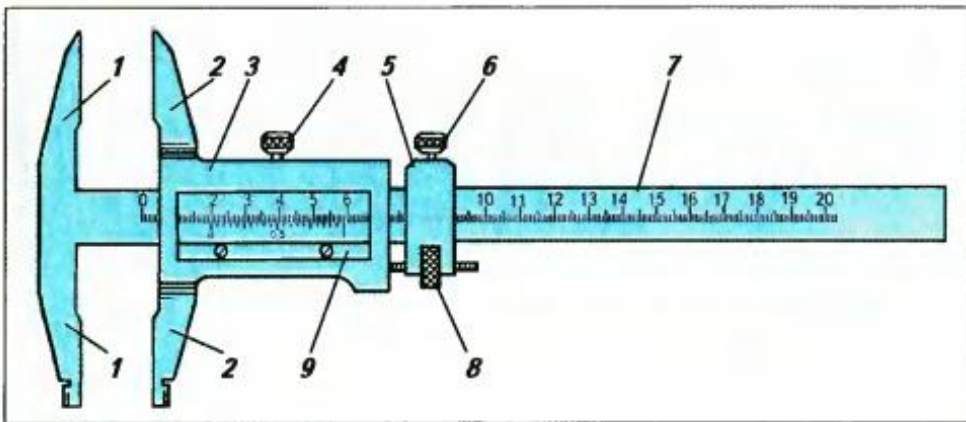

Рис. 37
- б) определите тип штангенциркуля, изображенного на рис. 37;